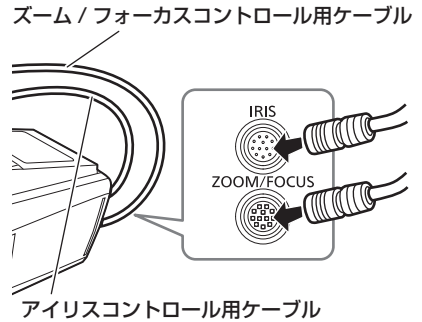

図 2
- 3 アイリスコントロール用ケーブルを〈IRIS〉端子に接続する。(図 2)
- 4 ズーム/フォーカスコントロール用ケーブルを〈ZOOM/FOCUS〉端子に接続する。(図 2)